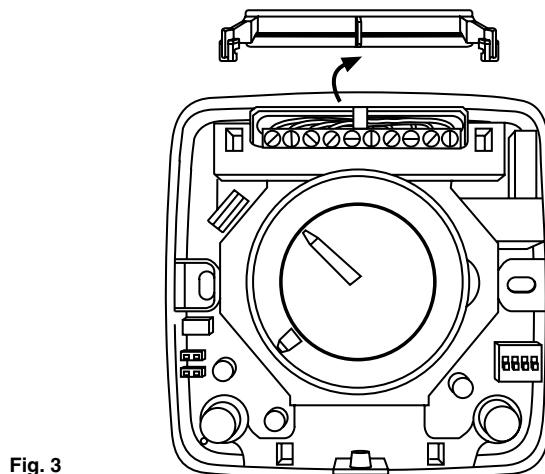

Fig. 3
- Ta bort hållaren för kabelskyddet och utför anslutningarna till styrenhetens kopplingsplint (Fig. 3).